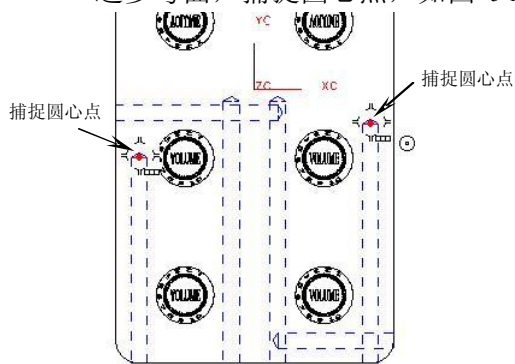

图5-106
8. 以相同方法创建冷却水道，设置冷却水道直径为“M8”、“HOLE_1_DEPTH=15”、“HOLE_2_DEPTH=15”，选择型腔顶面作为冷却水道参考面，捕捉圆心点，如图 5-106 所示，结果如图 5-107 所示。